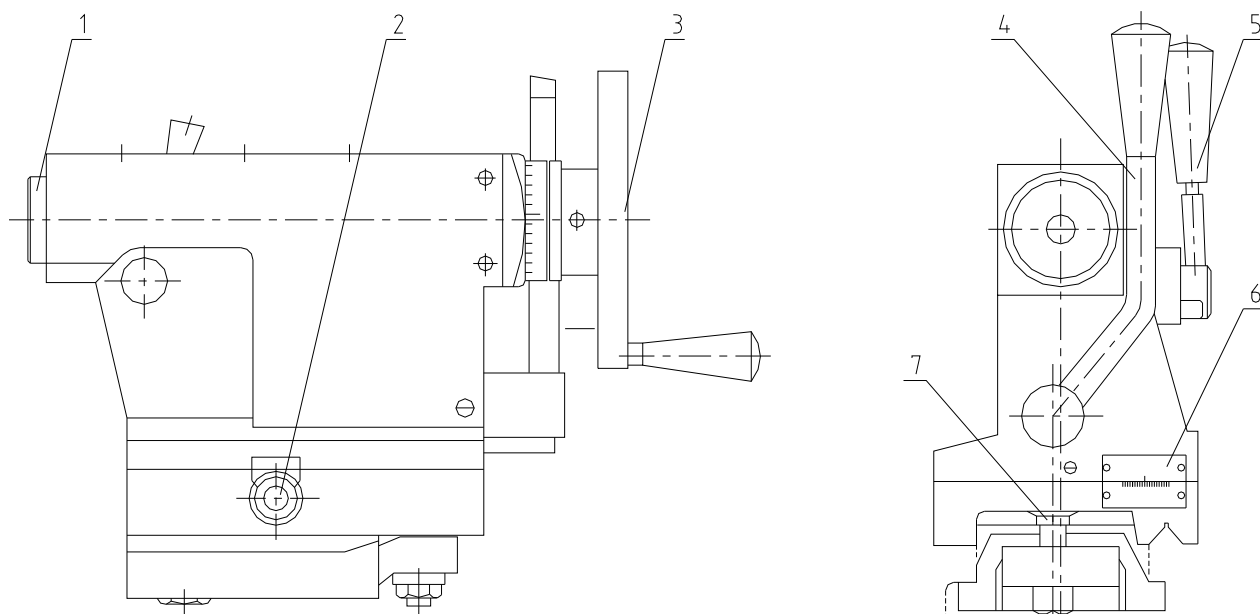

Рис.6-9. Поперечное смещение задней бабки
6.2.7. ПОПЕРЕЧНОЕ СМЕЩЕНИЕ ЗАДНЕЙ БАБКИ (См.Рис.6-9 и Рис.6-10)